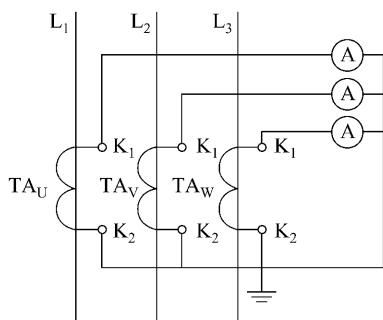

图 1-17 测量三相电流接线图
(5) 三只电流表配用三只电流互感器测量三相线电流的接线,见图 1-17。接线要求及元件的选择:
① 电流表的量程按计算电流的 1.5 倍来选择。
② 电流互感器的变比应根据电流表量程确定。
③ 电流互感器的额定电压应与被测电路电压相适应。